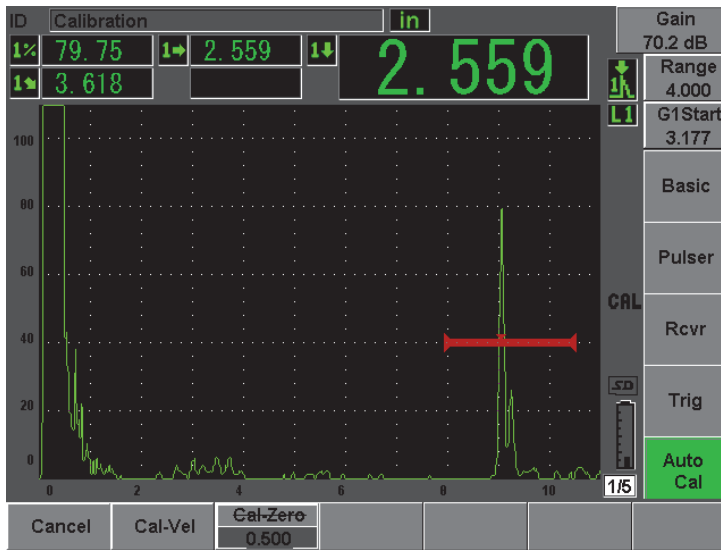

Figura 10-28 Esempio di un segnale nella porta per la calibratura della velocità
- Inserire lo spessore noto dell'indicazione nella porta (12,7 mm [0,5 in] in questo esempio) ed in seguito selezionare **Continue** (continua) per continuare alla fase di calibratura seguente (vedi Figura 10-28 alla pagina 196).